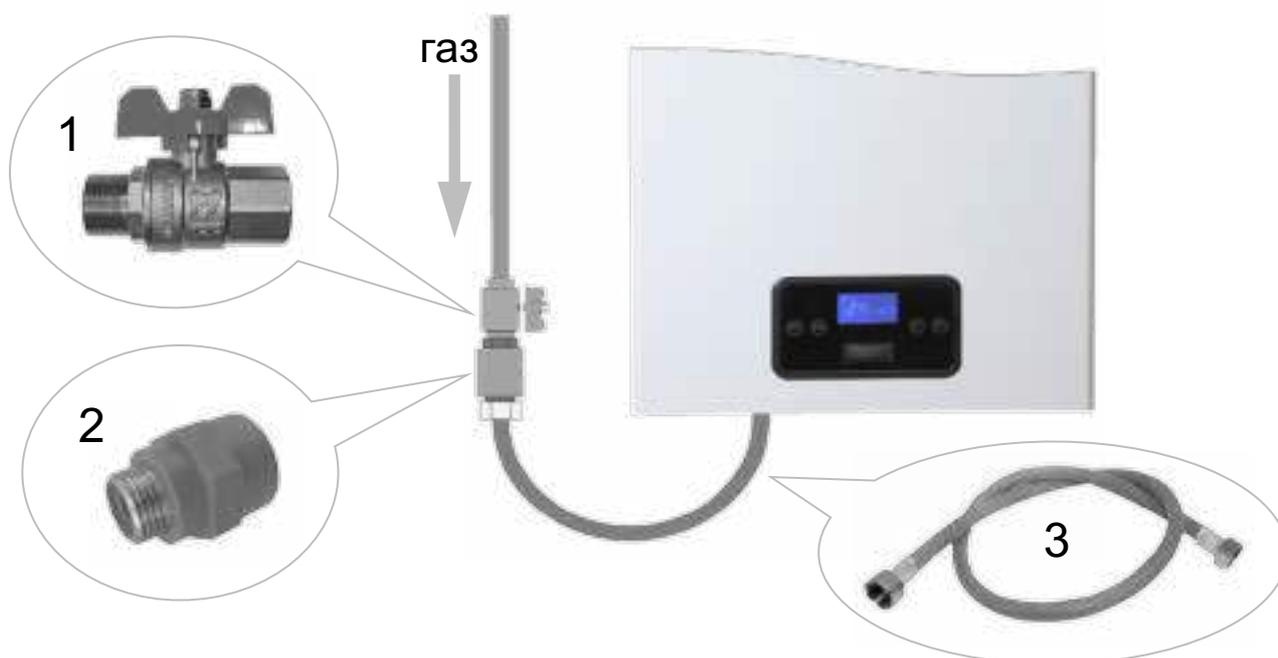

Рис. 19 Монтаж газовой линии.
- При монтаже газовой линии на входе газа в котёл обязательно **должен быть** установлен запорный газовый кран, который **должен быть** свободно доступен (См. Рис. 19).
- При подключении токопроводящими трубами или шлангами **рекомендуется** установить диэлектрическую вставку (См. Рис. 19).
- После присоединения газовой подводки (См. Рис. 19) к котлу **необходимо в обязательном порядке** провести проверку герметичности мест соединений. Проверка производится газоанализатором (детектором утечки газа) или путем обмыливания мест соединений мыльным раствором. Появление пузырьков означает утечку газа. **Утечка газа не допускается.**